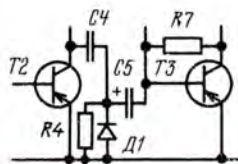

Рис. 1
**Настройка.** Это самый ответственный этап, от которого зависит результат всей работы. Возможно, на него придется затратить десятки часов, поэтому лучше заменить на это время батарею «Крона» двумя последовательно соединенными батареями 3336Л, обладающими большей емкостью. Вначале второй каскад используйте только для усиления колебаний ВЧ. Для этого отключите резистор  $R4$  от точки соединения резистора  $R3$  с конденсатором  $C3$  и подключите его к выводу анода диода  $D1$  (рис. 1).